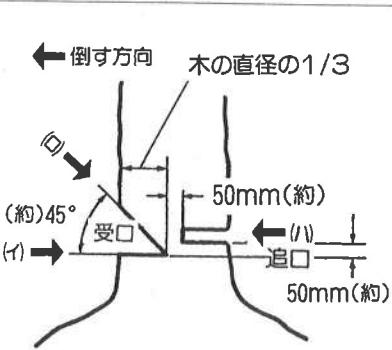

図16
①作業の前に倒す木の傾き、大きい枝の位置、風向などを考えて、倒す方向、避難する方向を決めてください。
②作業する場所の障害物を取り除き、足場の安全を確認してください。倒す木が傾面にある場合は必ず山側に安全な足場を確保してください。
③立ち木を切断するときは、倒す方向(受口)に(イ)の順に受口を作ってください。木の直径の約1/3の切り込みで、角度は約45°。(図16参照)
④受口の水平部より約50mm上部の反対側に水平に追口(ハ)を切り込んでください。
⑤追口の切り込みが受口に近づくと木は倒れ始めます。木が倒れ始めましたらチェーンソーを離し安全な方向に避難してください。
⑥木が所定の方向に倒れそうもない場合や、ソーチェーン、ガイドバーなどが挟まれたときは作業を中止し、追口にクサビを打ち込み、矯正してください。